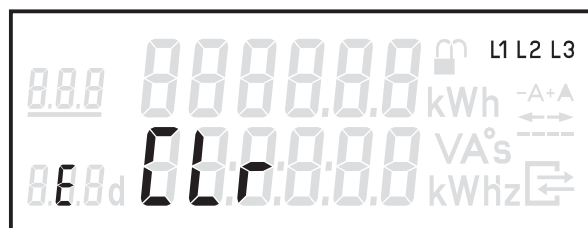

Abbildung 3
- Abbildung 3 = Freischalten zum Löschen des historischen Wertes seit letzter Nullstellung